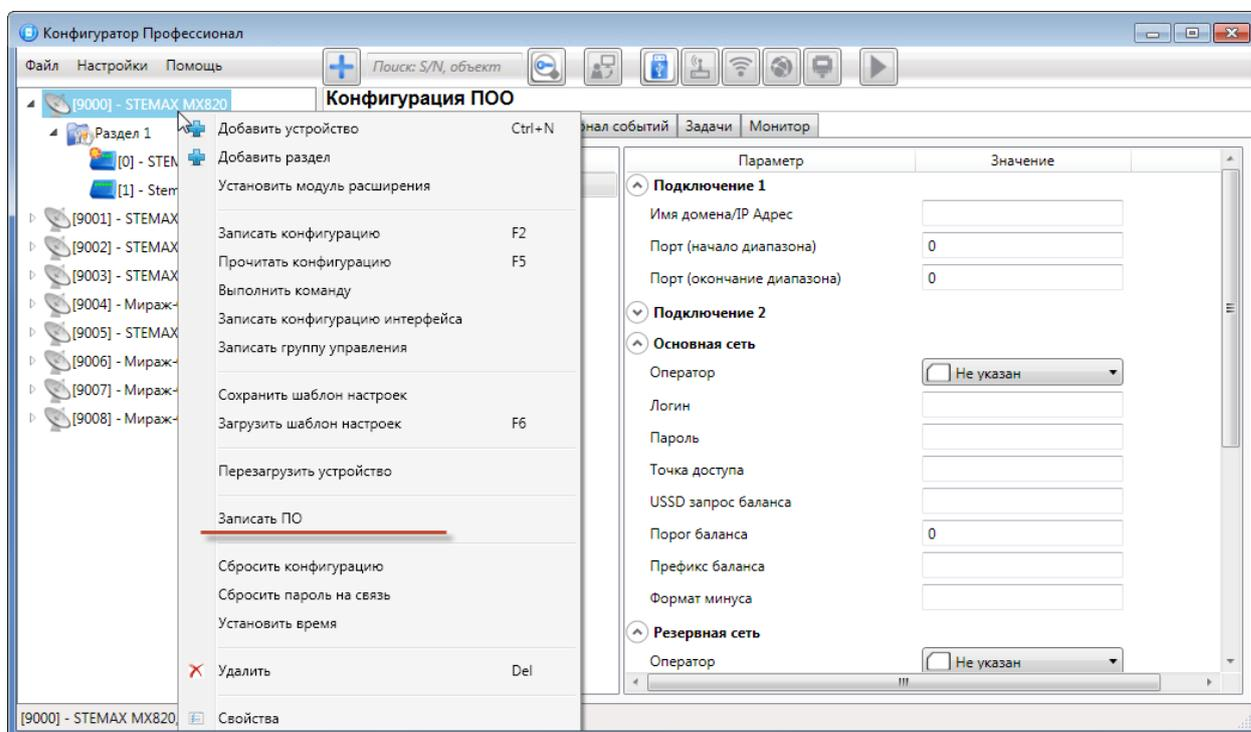

Рисунок 14.1 — Контекстное меню устройства, выбор функции «Записать ПО»
3. Щелкните правой кнопкой мыши по строке группы параметров ПОО контроллера (базового контроллера для СКП серии STEMAX ZE10 и трансивера STEMAX RZE Livi) в дереве устройств и в появившемся меню выберите «Записать ПО» (см. рисунок 14.1).